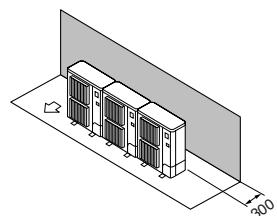

Fig. 3-11
- ⑦ Enbart hinder på baksidan, sidorna och ovansidan (Fig. 3-11)
- ① Enbart hinder på baksidan (Fig. 3-11)